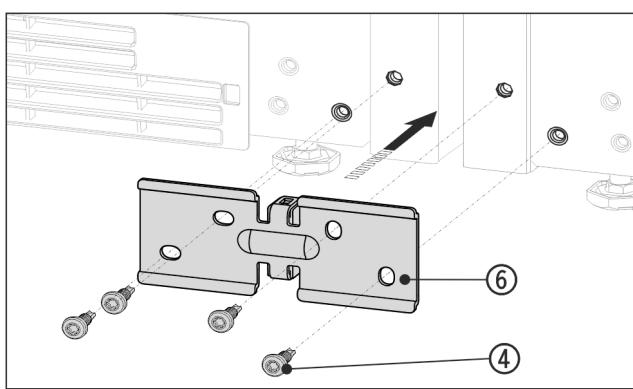

Fig. 14 例图
- ▶ 使用间隔垫片将角 Fig. 14 (6)推入设备之间，并使用四颗螺栓 Fig. 14 (4)旋松。